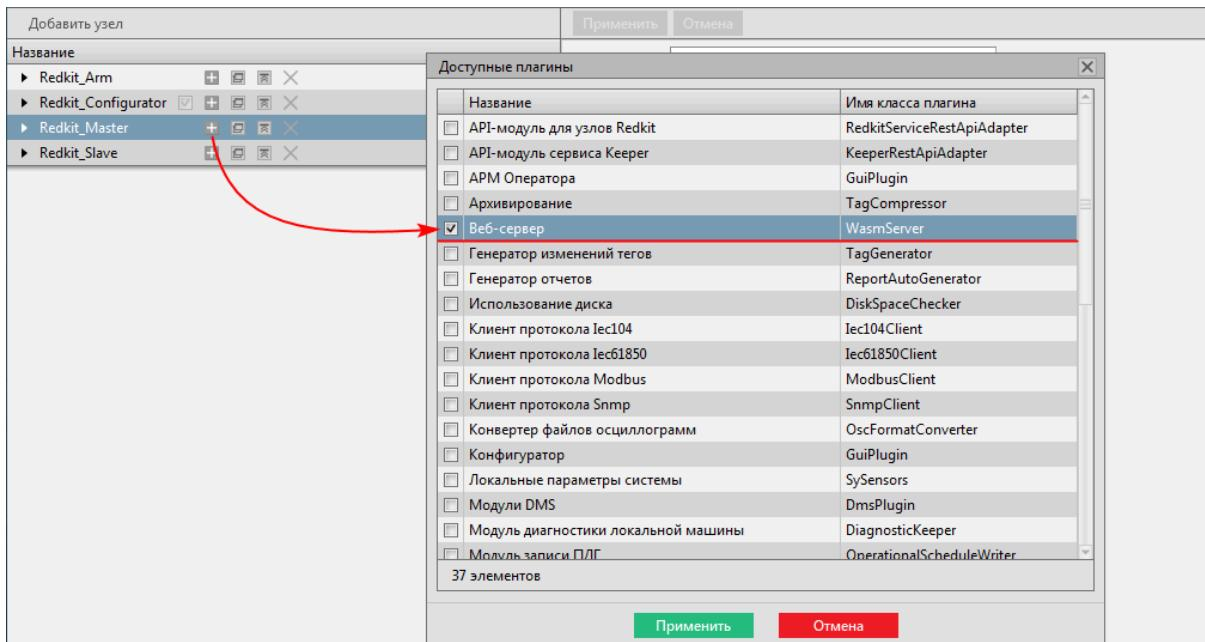

Рисунок 510 - Модуль «Веб-сервер»
- Узла *Redkit\_Master* нажмите на и выберите модуль **Веб-сервер** (Рисунок 510).